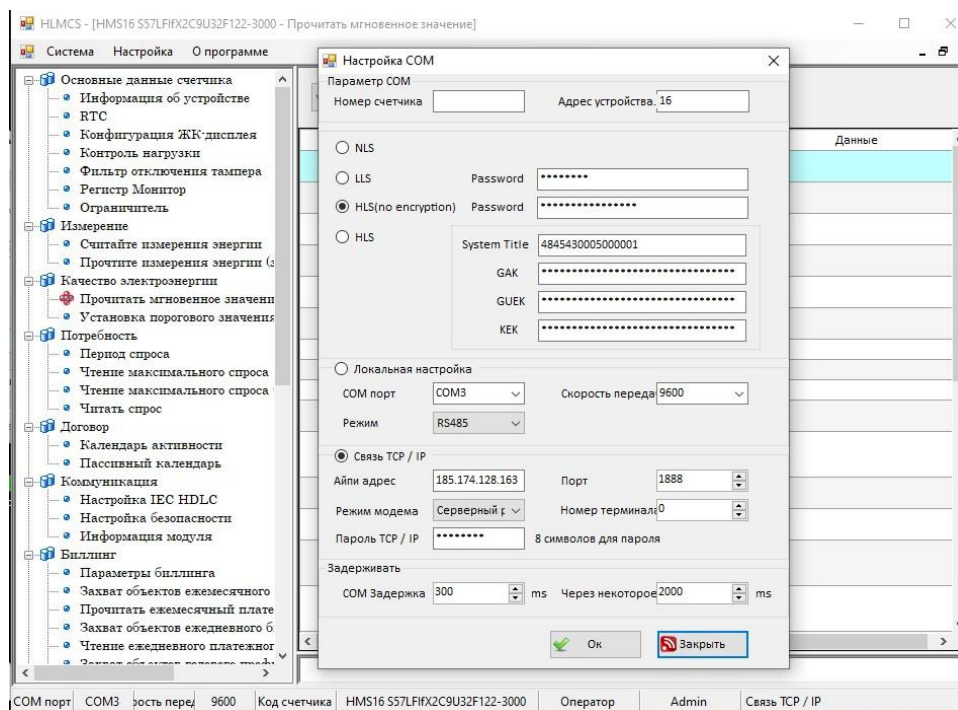

Рисунок 11. Конфигуратор счетчика А300-Н. Раздел «Настройка» → «Соединение»
- Далее на экране должна появиться главная форма программы, содержащая меню для осуществления настройки параметров (рисунок 11).